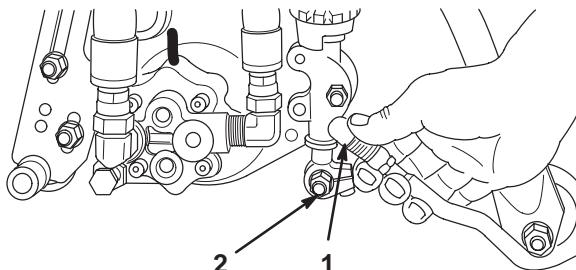

Figure 10
- Repoussez la gaine sur la rotule et tournez le bras de traction vers le bas pour que la boîte s'adapte sur la rotule. Relâchez la gaine pour qu'elle vienne recouvrir le goujon, ce qui solidarise les ensembles (Fig. 10).